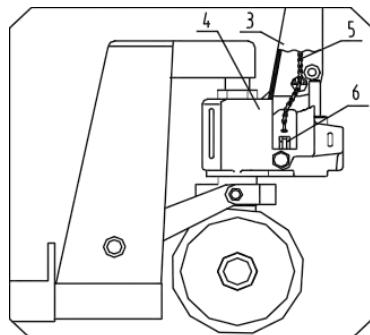
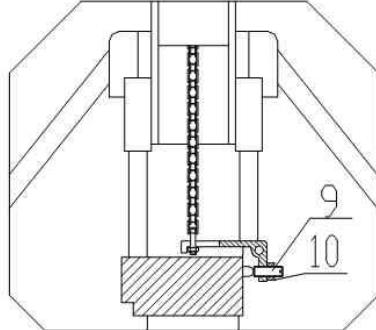

Рис.2
Рис. 5
2.1.3 Поверните штифт (2) и убедитесь, что ось большого отверстия штифта находится в вертикальном положении. Пропустите цепь (5) рукоятки через среднее отверстие штифта (2). См. Рис. 2.
2.1.4 Возьмите гайку на конце цепи (5) и наверните ее на нарезку рычажного пальца (6). См. рис. 2 и рис. 5.
**2.1.8** Если вилы опускаются сразу же после подъема, слегкаповерните регулировочный винт 9 на рис. 5 против часовой стрелки. Поднимите тележку еще раз, чтобы убедиться, что подъем выполняется нормально. Если тележка не опускается (после подъема), слегка поверните винт по часовой стрелке. Убедитесь, что опускание выполняется нормально. Наружная шестигранная гайка (10) у винта (9) используется для фиксации. Ослабьте затяжку гайки до начала регулировки, и затяните ее по окончании регулировки.